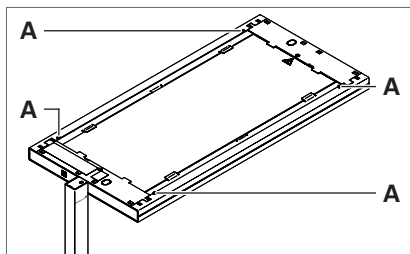

Fig. 18: Prüfpunkte (DGUV V3).
- Prüfen Sie oben auf dem Leuchtenkopf an einer der blanken Schrauben **A**, siehe Fig. 18.